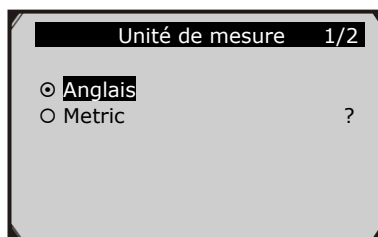

Figure 3.6
- 2) Dans l'écran **Unité de mesure**, utilisez le bouton de défilement **HAUT/BAS** pour sélectionner l'unité de mesure souhaitée. (Figure 3.6 )